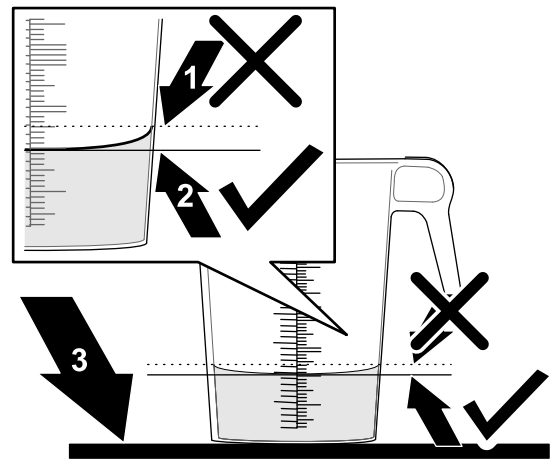

Bild 47
6. Stellen Sie den Behälter mit der Skala auf eine ebene Fläche und notieren Sie das Flüssigkeitsvolumen (Bild 47).